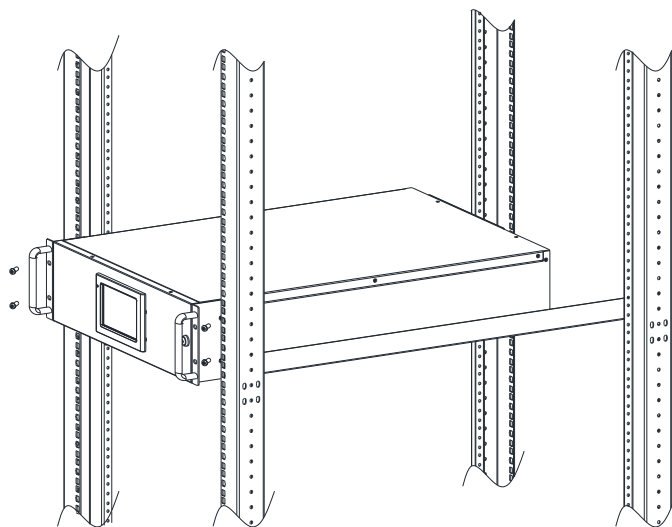

Рис. 3-5. Установка ИБП
2. Установите ИБП и батарейный шкаф на направляющую рейку в стойке, полностью вдавите их в стойку вдоль направляющей рейки (запрещается перемещать ИБП кронштейнами). Закрепите устройства на сервисной стойке, как показано на рис. 3-5.